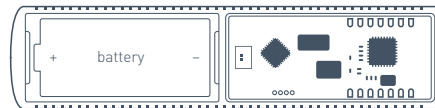

РИС. 5. Вид датчика со снятой верхней крышкой
6.3 Своевременно заменяйте батарею питания на новую. При разряде батареи датчик передает соответствующий сигнал на центральный блок сигнализации. Когда батарея разряжена, при каждой сработке, в том числе по тамперу, датчик кроме обычной индикации осуществляет включение и плавное гашение светодиода. Для смены батареи подденьте защелку «1» (РИС. 3) и снимите верхнюю крышку датчика. Замените батарею «battery» (РИС. 5) на новую, типа CR123A.